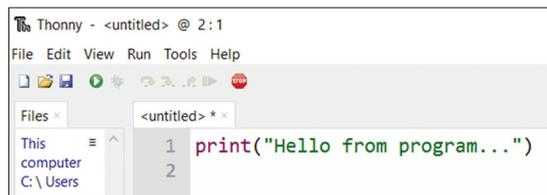

Figure 2.6 : écrire le programme dans la partie supérieure de l'écran.
- Saisissez les instructions du programme dans la partie supérieure de l'écran, comme le montre la **figure 2.6**.